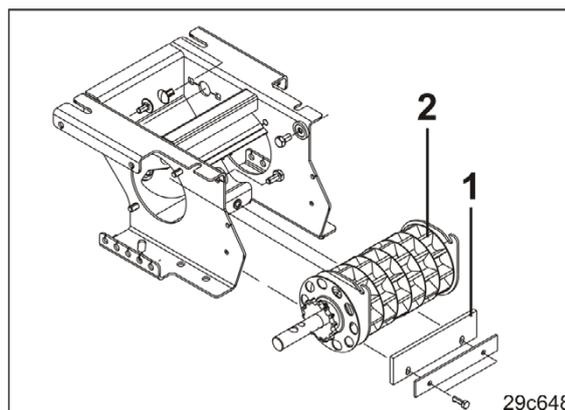

Fig. 185
- Una falda dosificadora (Fig. 185/1) defectuosa o mal ajustada provoca fallos de dosificación.
Ajustar la falda dosificadora de modo que toque ligeramente el rodillo dosificador (Fig. 185/2).